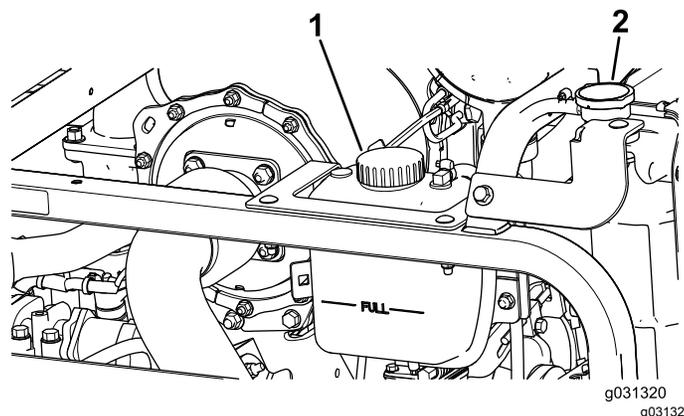

Figure 113
1. Retirez le bouchon du radiateur et le bouchon du vase d'expansion avec précaution (Figure 113).
2. Vérifiez le niveau de liquide de refroidissement dans le radiateur (Figure 113).